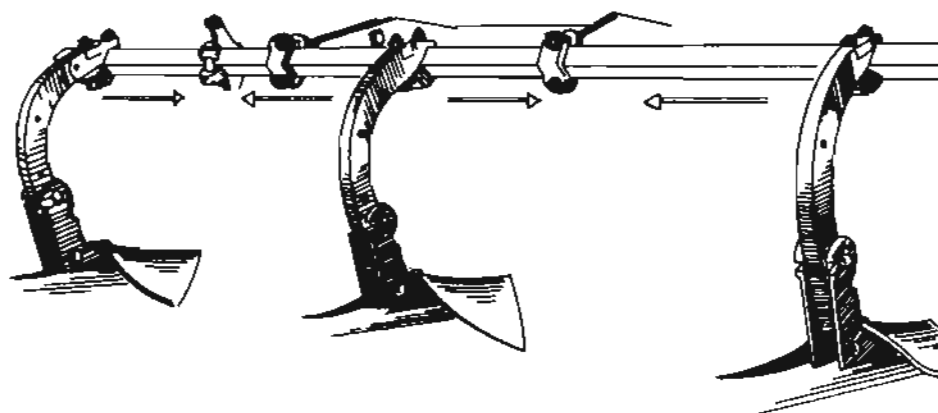

Fig. 2
- c Gradúe la distancia entre los escardillos (fig. 2).